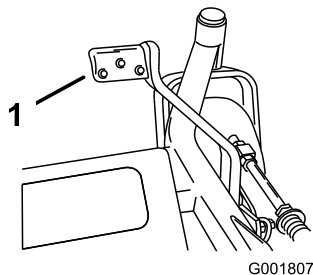

Figura 29
2. Premete la leva di sollevamento assistito mentre alzate la leva dell'altezza di taglio (Figura 29).